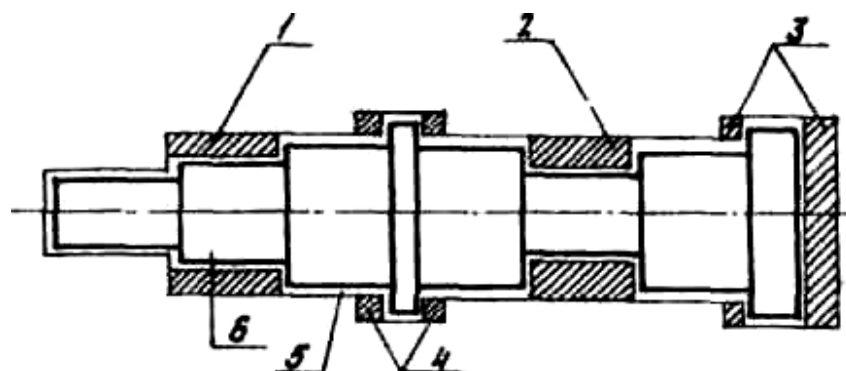

Рисунок 20 - Схема нанесения напусков на поковки типа валов:
назначить напуск (см. рисунок 20) и нарисовать эскиз детали с напуском; определить припуски и допуски (см. таблицу 10); вычислить A ; по формуле (1); найти основное сечение; назначить дополнительные припуски на несоосность (см. таблицу 11).
3. Вычислить вес поковки по формуле (2).
5. Назначить температурный интервалковки (см. таблицу 12) и определить время нагрева заготовки по формуле (8).